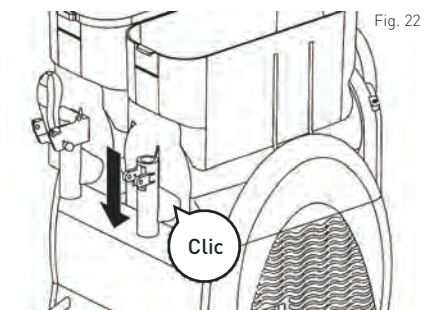

Fig. 22
- Poussez doucement le récipient jusqu'à ce qu'il se mette en position correcte (Voir : Fig. 22).